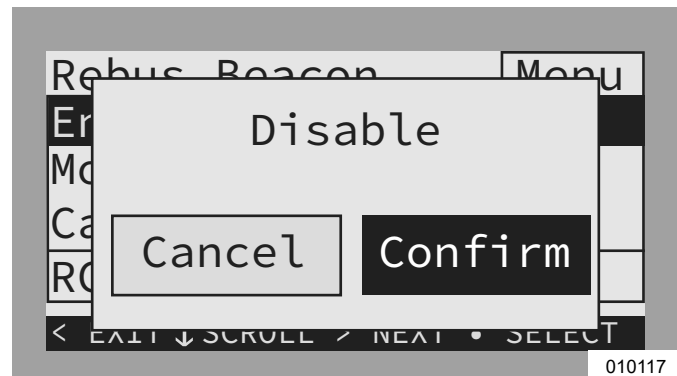

Figura 6-25. Desactivación del programador TOU (2 de 3)
3. Consulte la Figura 6-25. Muévase a la derecha con la flecha hacia Confirm (Confirmar) y presione el botón central.